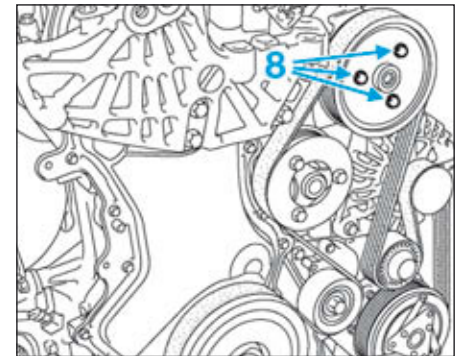

FIG.8
- Déposer les vis (8), puis la poulie de la pompe de direction assistée (Fig.8).